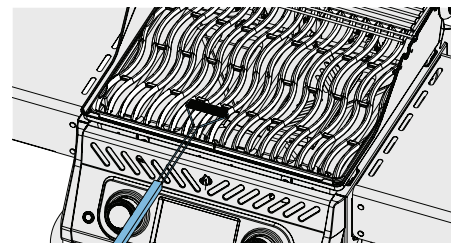

Fig. 4
- Las rejillas de acero inoxidable se pueden limpiar precalentando la parrilla y utilizando un cepillo de alambre para eliminar los residuos. (Fig. 4)